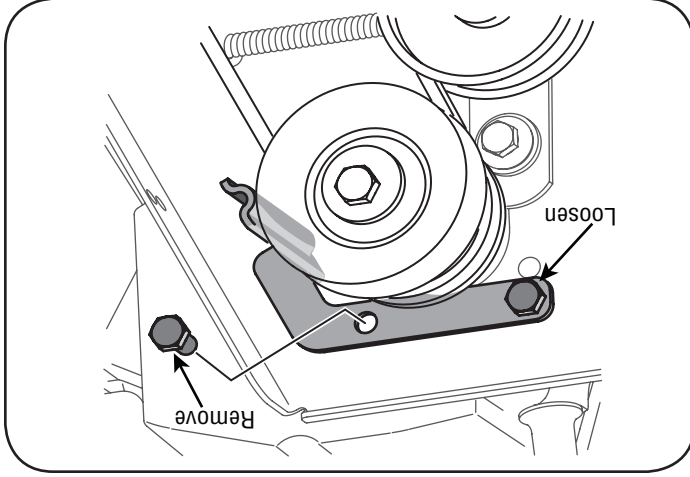

Figure 23
3. a. Desserrez le boulon, représenté à la Figure 23, qui maintient le support du guide de courroie, puis retirez l'autre boulon.